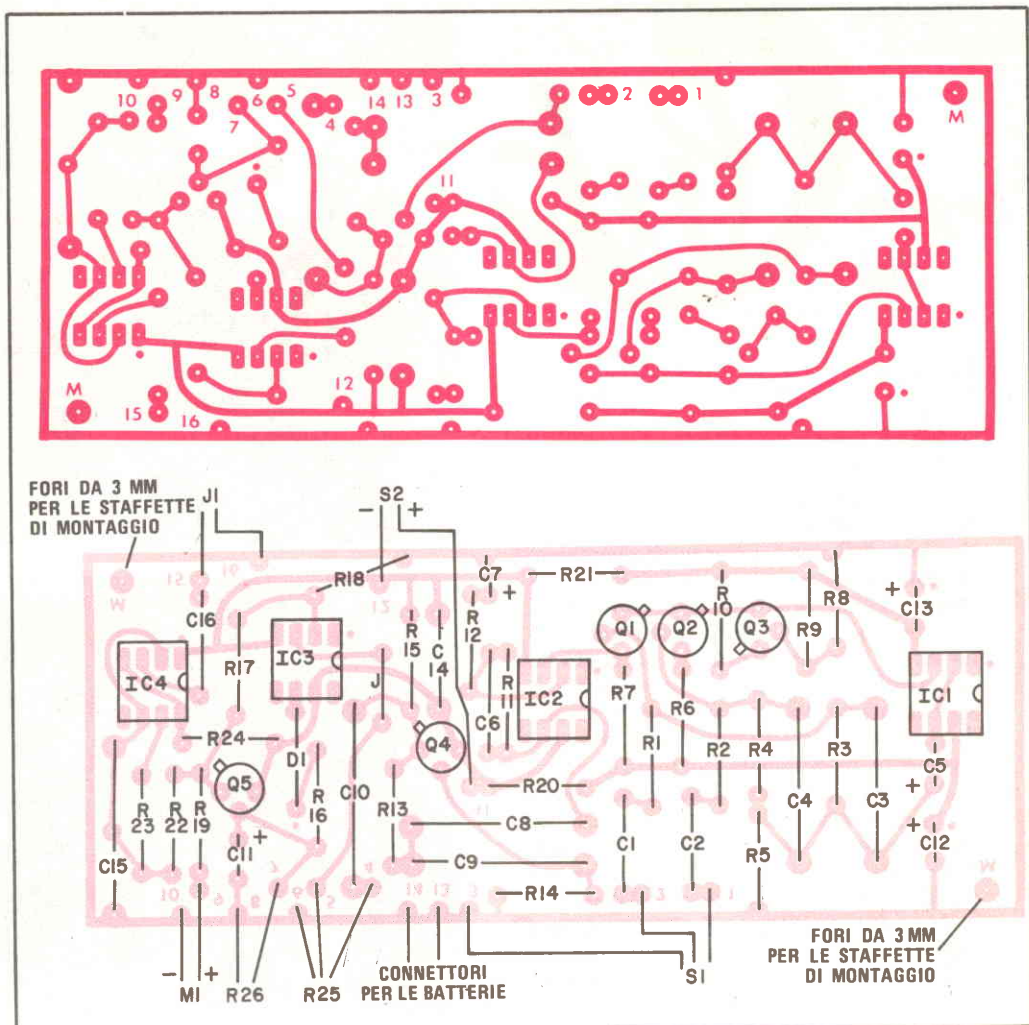

Fig. 3 - Circuito stampato e disposizione dei componenti.
**Costruzione** - In considerazione dell'alto guadagno e della complessità del circuito da montare, è necessario usare un circuito stampato del tipo di quello illustrato nella fig. 3. Installando i componenti si faccia attenzione che siano correttamente orientati come terminali e polarità e non si dimentichi l'unico ponticello sul lato dei componenti. Si noti che alcune piste del circuito stampato hanno numeri corrispondenti a quelli dello schema.